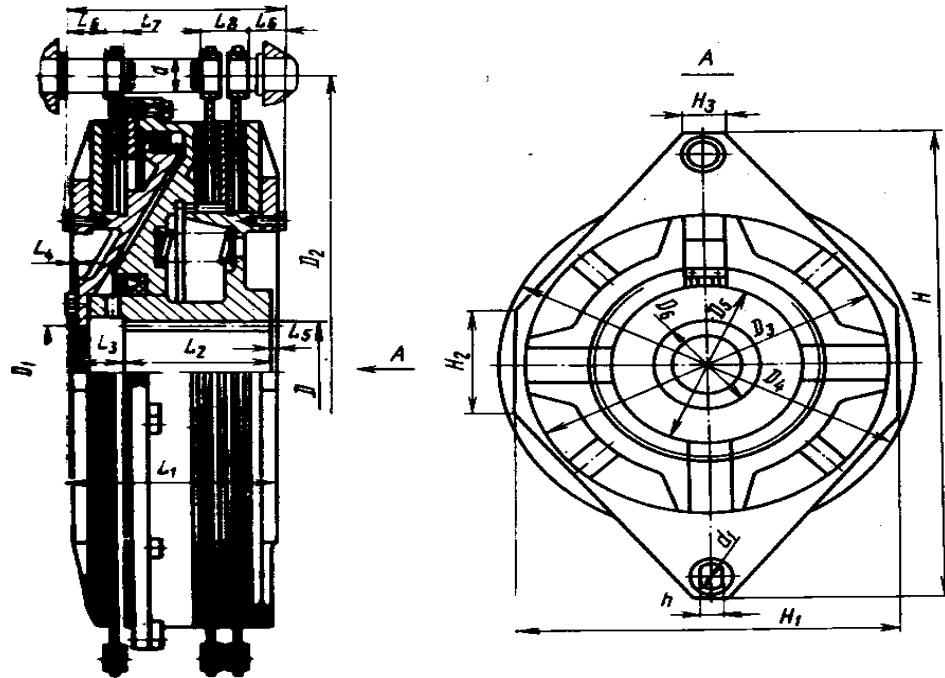

Рис.6 Основные размеры муфты-тормоза
2.2. ОСНОВНЫЕ РАЗМЕРЫ МУФТЫ-ТОРМОЗА (Рис.6)